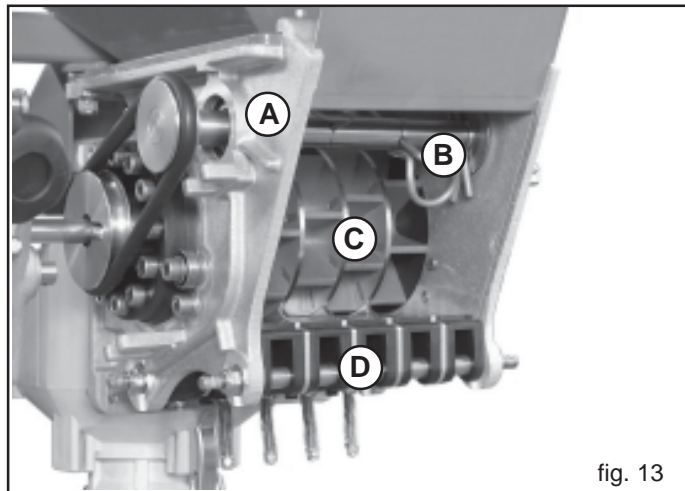

fig. 13
3.3.1 DOSEUR (Fig. 13)
L'agitateur présente un diamètre de 85 mm et est composé de 4 éléments (**épingles courbées**). Lorsque l'intervention de l'agitateur est excessive, retirer les deux épingles centrales (B, Fig. 13) pour diminuer de 50% l'**effet de mélange**.